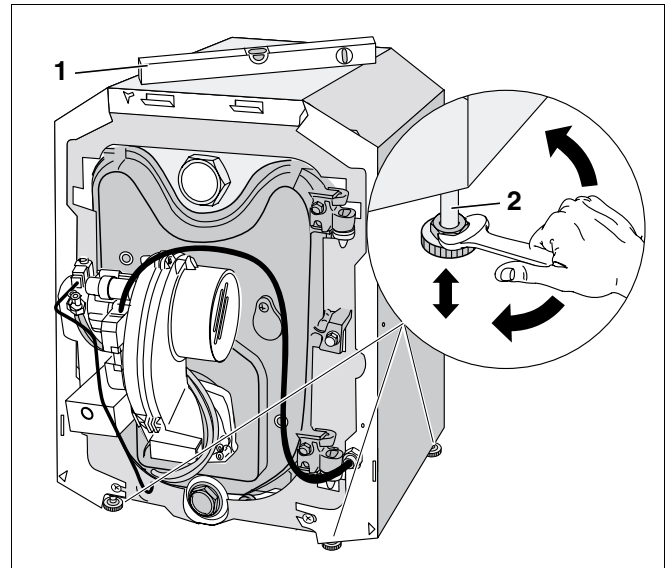

Fig. 14 Justering av kjelen med fotskruene
- Skru fotskruene (fig. 14, **pos. 2**) inn eller ut etter behov for å plassere kjelen i riktig horisontal og vertikal stilling og bruk vater (fig. 14, **pos. 1**).